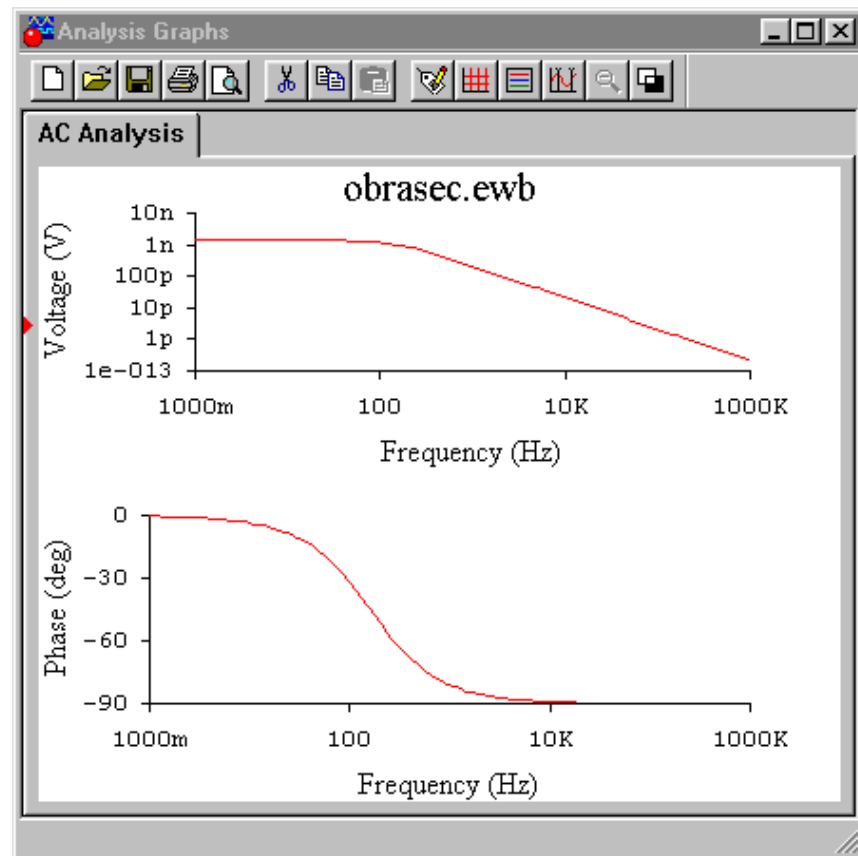

Рисунок 35 - Результати розрахунку АЧХ і ФЧХ
- Simulate – кнопка запуску режиму моделювання. Результати моделювання схеми (Рис. 1) представлені на Рис. 35 у вигляді амплітудно-частотної (АЧХ — верхня крива) і фазо-частотної (ФЧХ — нижня крива) характеристик. Аналогічні характеристики можна отримати також за допомогою вимірника АЧХ-ФЧХ, причому з вищою точністю за рахунок сканування АЧХ і ФЧХ у вибраних точках візирною лінійкою (Рис. 25). Додаткові маніпуляції з результатами розрахунку виконуються за допомогою командних кнопок, розташованих у верхній частині вікна (Рис. 35). Перші вісім кнопок є стандартними і пояснень не вимагають.